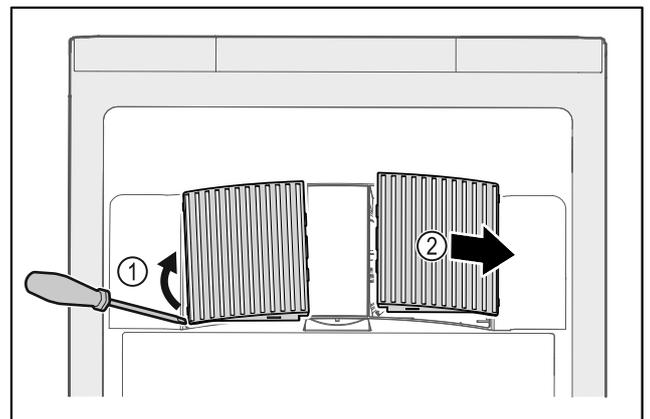

Fig. 176
- ▶ Estrarre con cautela i coperchi delle ventole dai lati Fig. 176 (1) e rimuoverli in avanti Fig. 176 (2).